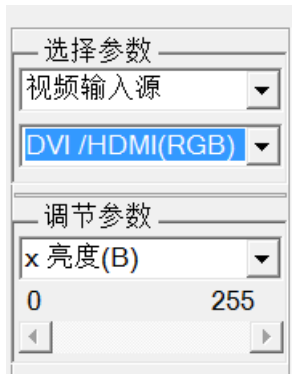

图 8
(1) 对于 DVI 采集卡和 VGA 采集卡，能采集的信号类型基本上都是固定的，只要设置正确的视频输入源就可以了，如图 8 所示，VGA41A-4E 采集卡目前最多可以采集 4 种类型的信号，其中 YPbPr 是指的模拟 YUV 分量的视频源；RGB/VGA 指的是模拟的 VGA 信号的来源；DVI/HDMI(RGB) 是默认的视频源，对应的是数字的 DVI 信号和 HDMI 转接成 DVI 接口的 RGB 方式的信号；HDMI(YPbPr) 是指的 HDMI 信号转接成 DVI 信号的内部是 YUV 方式的信号。如果客户不能确定自己的信号源，可以先使用默认的视频输入源。